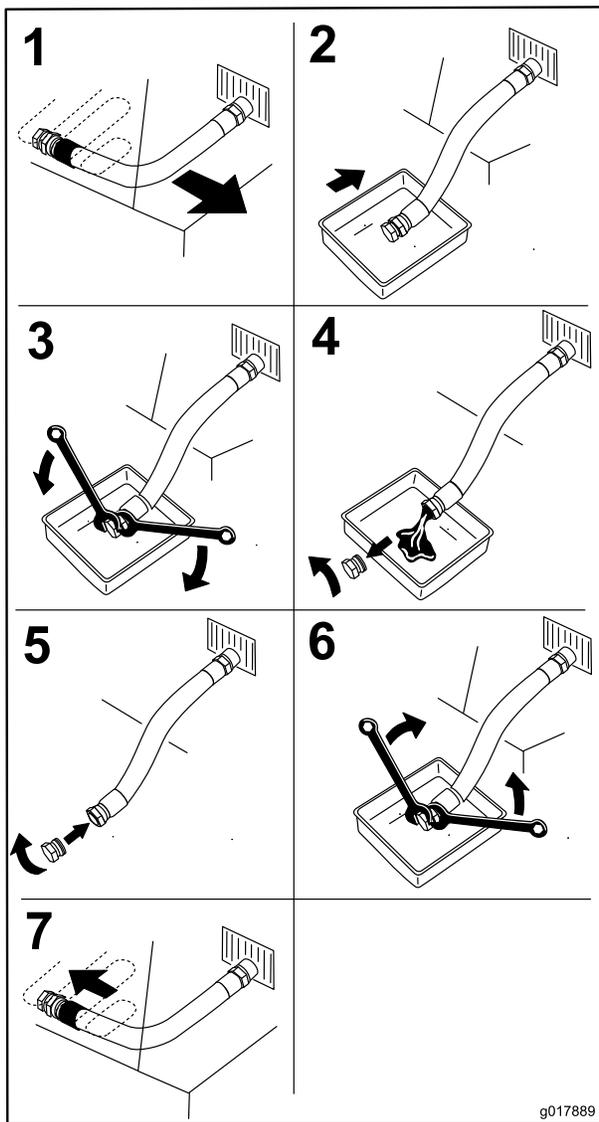

Figure 42
3. Avant de quitter la position de conduite, coupez le moteur, enlevez la clé de contact et attendez l'arrêt complet de toutes les pièces mobiles (Figure 42).